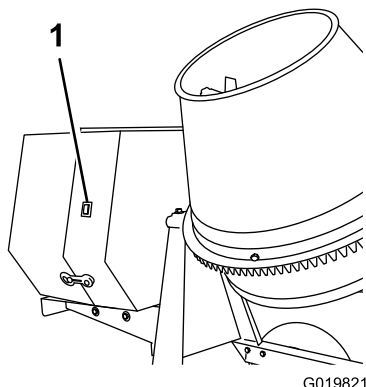

Figure 37
1. Sur le capot du moteur, placez l'interrupteur du moteur en position de marche (Figure 37).
2. Sur le capot du moteur, placez l'interrupteur du moteur en position d'Arrêt (Figure 37).
Important: Si vous avez besoin d'arrêter le moteur immédiatement, utilisez l'interrupteur situé sur l'extérieur du capot (Figure 37).